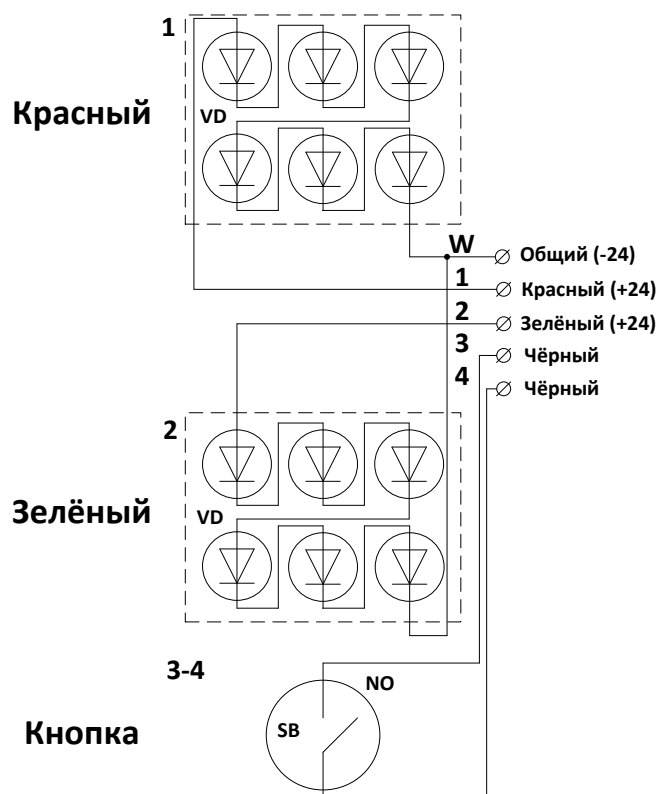

Рисунок 3. Схемы функциональная и подключения двухцветной светодиодной панели с кнопкой **Commeng CR IP-2004**
2.1.3 Гибкие многожильные выводы соединить с проводами питания и сигнализации (см. рис. 3): белый (общий) -24В; зеленый и красный с проводами, при подаче на которые +24 В должен загореться зеленый или красный сигналы соответственно; два чёрных – для подключения к кнопке.